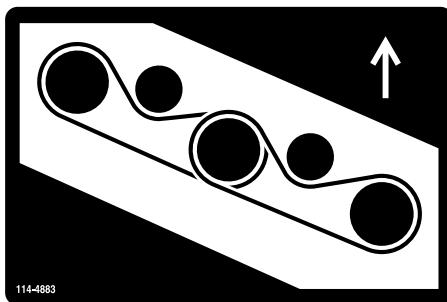
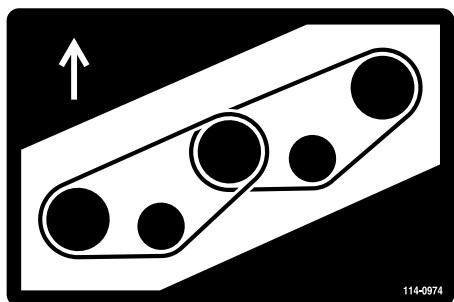

Рисунок 129
Рисунок 128
7. Обведите новый ремень вокруг шкивов шпинделей и узла натяжного ролика (Рисунок 128 и Рисунок 129).